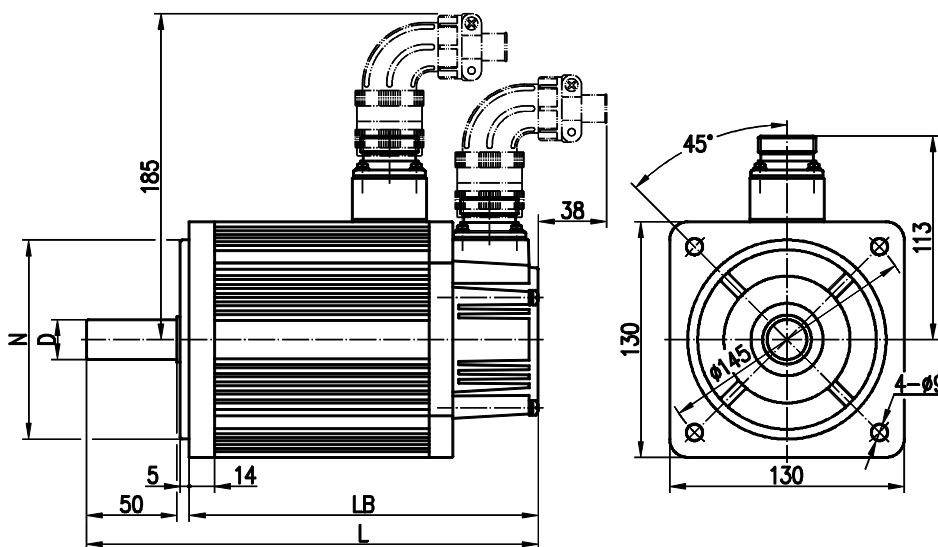

图 3
6.3 130SJT 系列电动机外形安装尺寸见图 3、表 6。